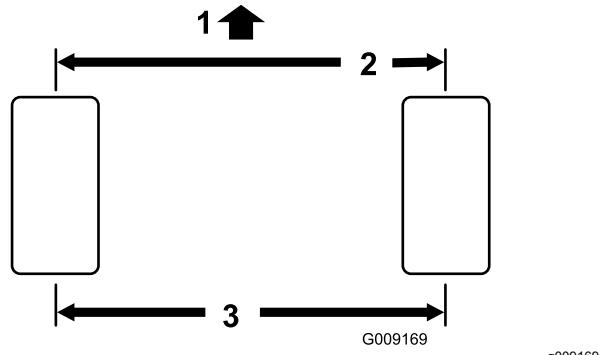

Figure 97
**Remarque:** Le pincement à l'avant doit être inférieur de 3 mm au pincement à l'arrière (Figure 97).